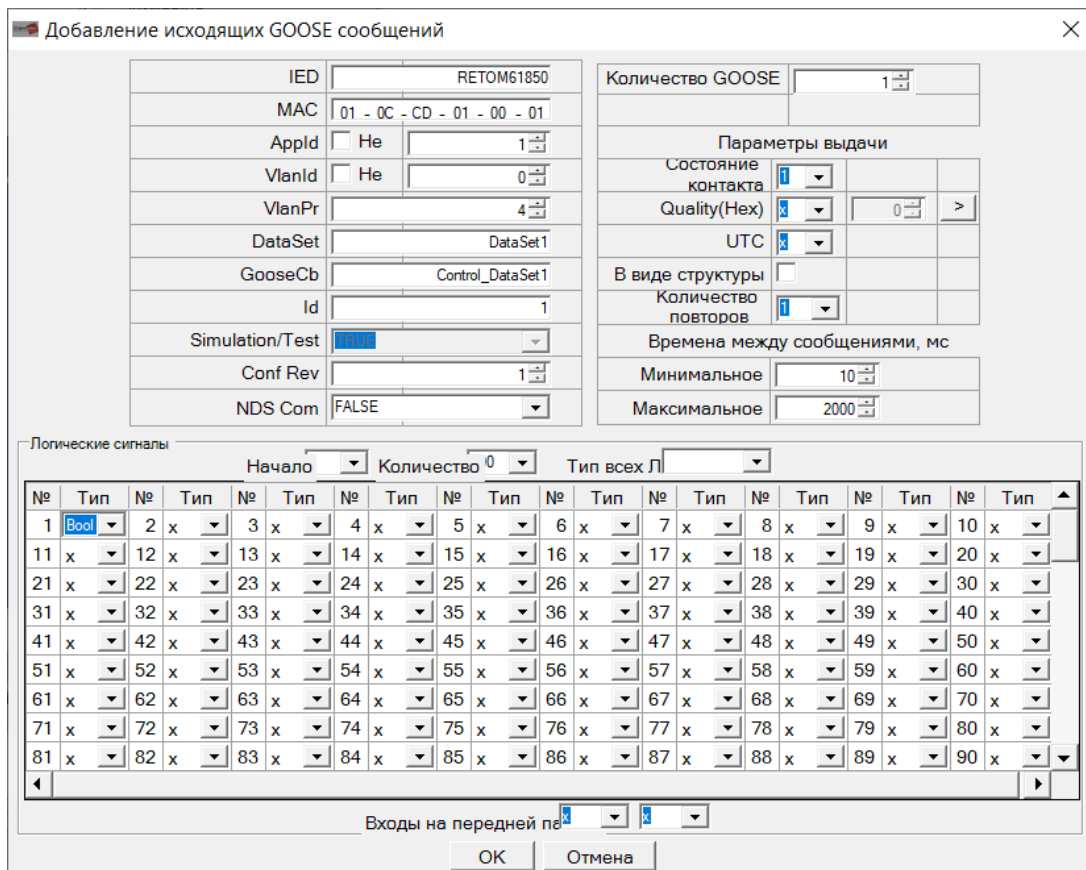

Рис. 79. Добавление исходящих GOOSE сообщений
39) Нажать кнопку «Добавить новое GOOSE сообщение». В результате появляется возможность редактировать параметры сообщения (рис. 79).